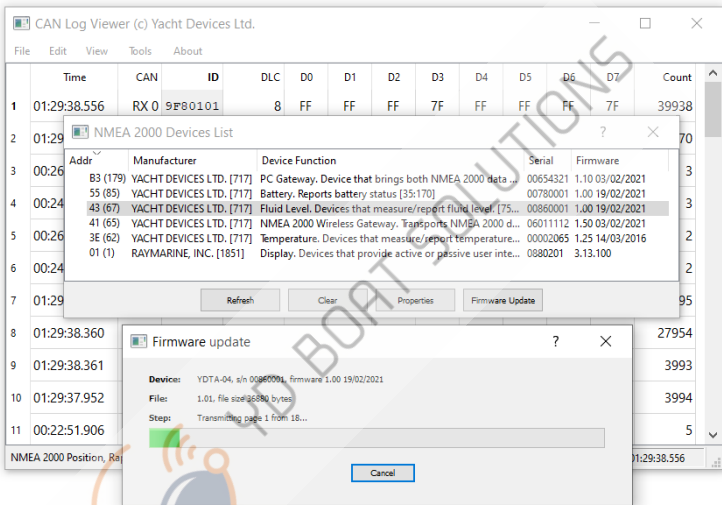

Figure 1. Mise à jour du micrologiciel avec CAN Log Viewer
2. Cliquez sur le bouton « Rafraîchir » (voir Figure 1 à la page suivante) dans la fenêtre ouverte et attendez que l'Appareil apparaisse dans la liste.